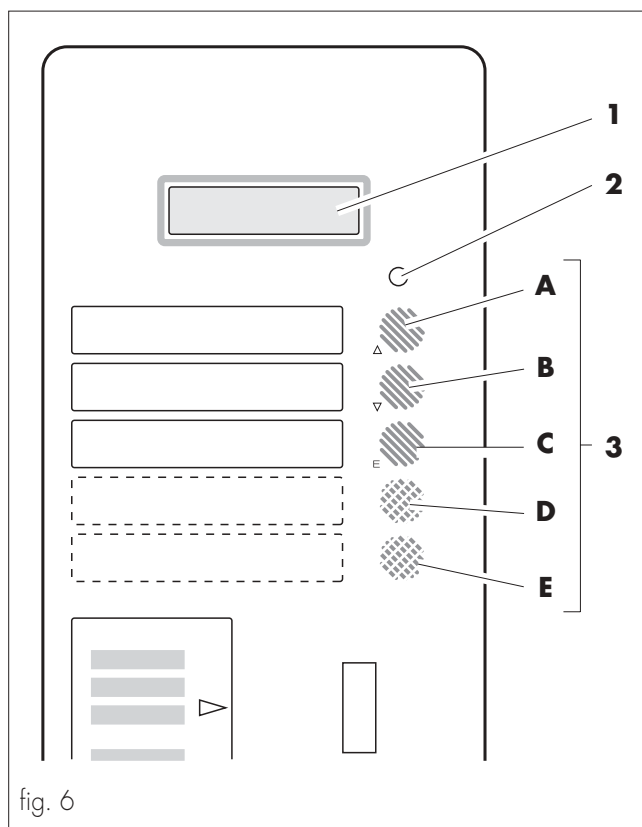

fig. 6
Teclado D.A. 5P (ref. 3, fig. 6)
Está compuesto por 5 teclas programables que efectúan, al pulsarlas, el suministro de las 5 bebidas identificadas, de arriba a bajo como, como **A - B - C - D - E** (ref. 3, fig. 6).
Las teclas **A - B - C - D** (ref. 3, fig. 6) sirven también para realizar el programación.
Teclado D.A. 3P (ref. 3, fig. 6)
Las teclas **A - B - C** (ref. 3, fig. 6) sirven también para realizar el programación.
Display (ref. 1, fig. 6) (Pantalla)
Piloto rojo (ref. 2, fig. 6)
La pantalla (ref. 1, fig. 6) muestra, en cualquier caso, las indicaciones sobre el estado operativo o de fuera de servicio del distribuidor.